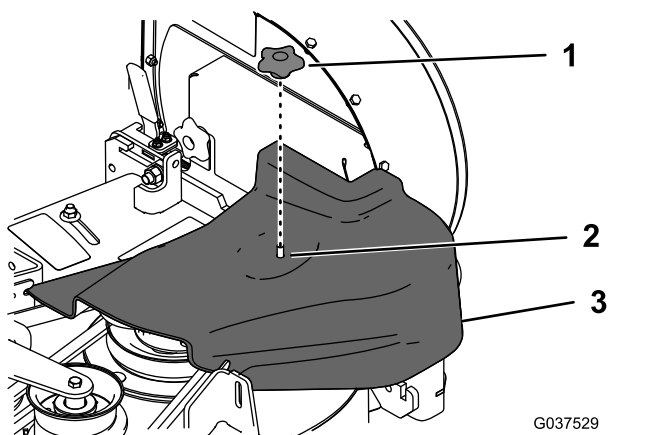

Figura 7
5. Installate il copricinghia e fissatelo avvitando la manopola sulla vite del tendicinghia (Figura 7).